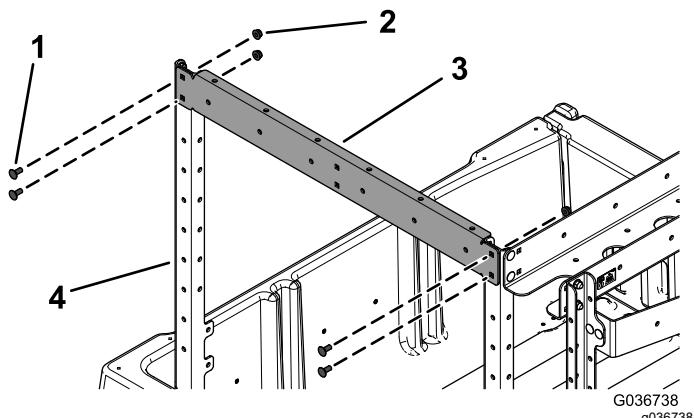

Figura 6
5. Instale o suporte do tubo frontal (com dois furos de cada lado) no topo dos dois suportes verticais frontais com quatro parafusos de carroçaria (5/16 x 3/4 pol.) e quatro porcas flangeadas (5/6 pol.) como se mostra na Figura 6.